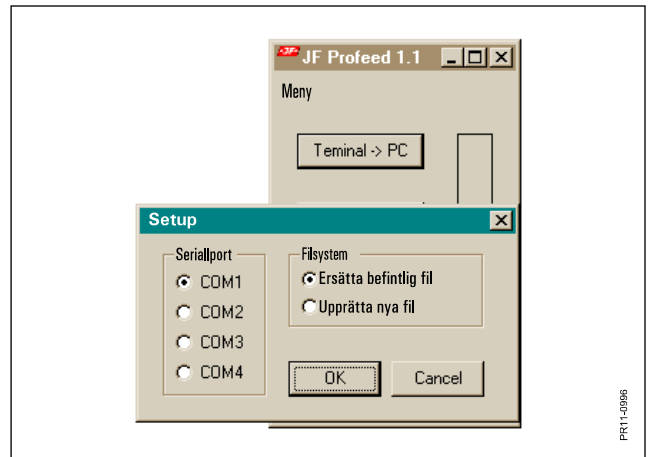

Fig. 7.9
**Fig. 7.9** Först väljs punkten '**opsætning**' (inställning) under punkten '**menu**' (meny). Här skall man ange vilken port som den infraröda mottagaren är ansluten till, vanligtvis COM1 eller COM2. Därefter är programmet klart för att sända eller mottaga data. Programmet arbetar med filformatet CSV, separerat med ett semikolon, ett filformat vilket de flesta kalkylprogram kan öppna och spara ner i.